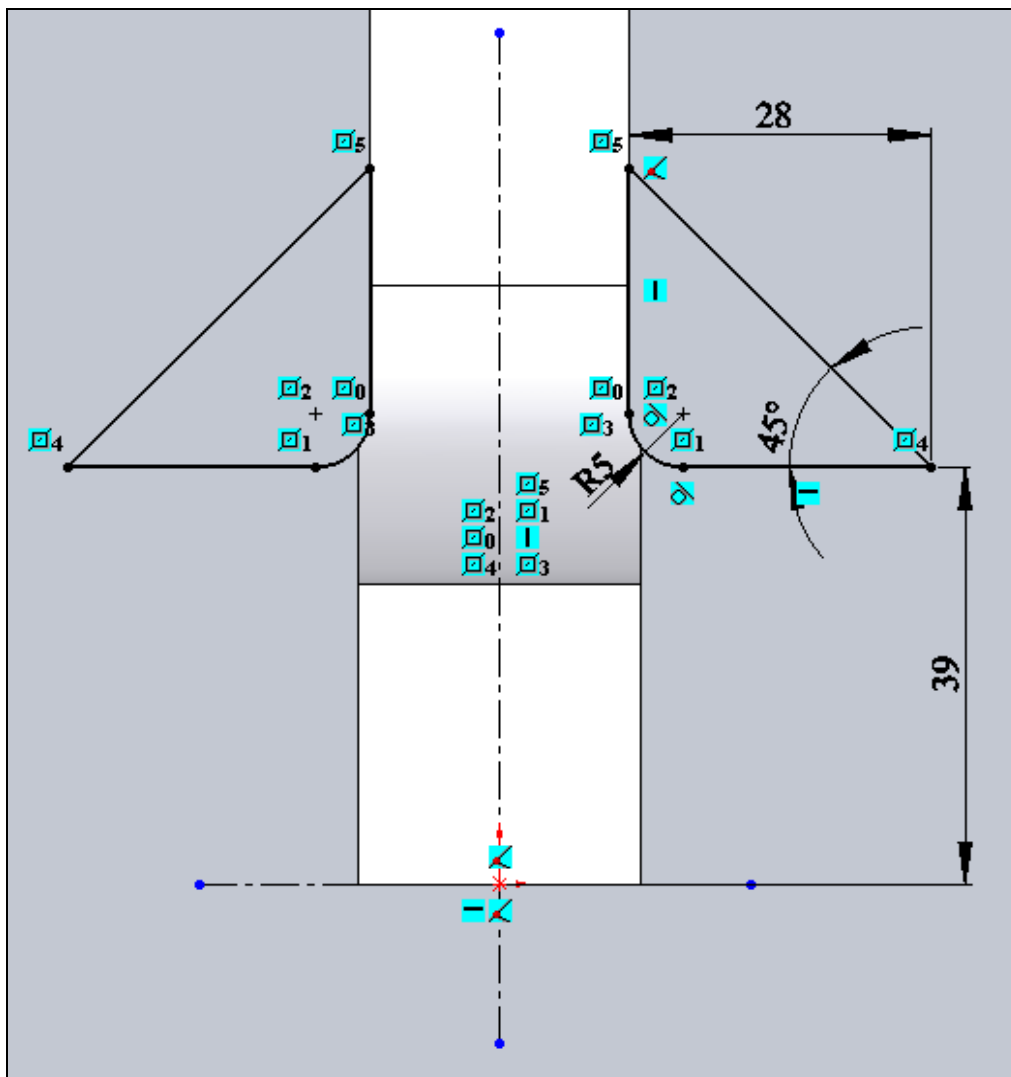

Рис. 2.30. Эскиз для формирования окантовки
6. Сформируем окантовку кривошипной головки шатуна. Для этого вновь на плоскости **Справа** откройте новый эскиз и на кривошипной головке нарисуйте эскиз, показанный на рис. 2.30.